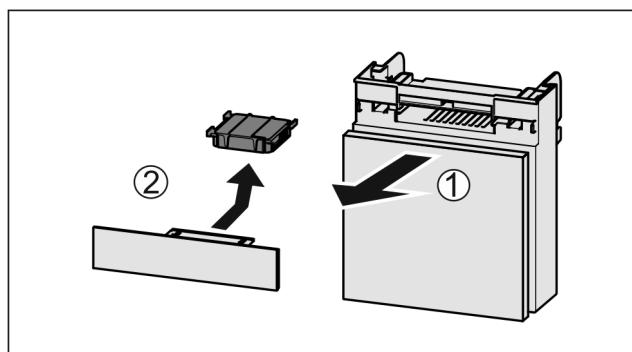

Fig. 147
- Vyťahnite zásuvku smerom dopredu Fig. 147 (1).
- Vyberte aktívny uhlíkový filter Fig. 147 (2).